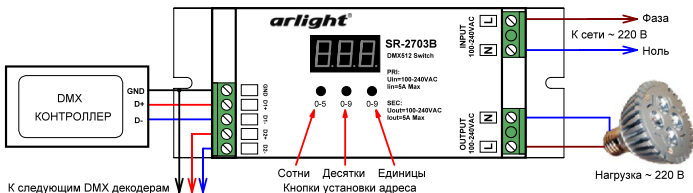

Рис.1. Схема подключения декодера, органы управления и индикации.
- 3.3. Подключите нагрузку с питанием ~220В к выходу **OUTPUT** декодера (Рис.1).
- нажмите и удерживайте более 3 секунд любую из кнопок установки адреса (Рис.1), индикатор начнет мигать.